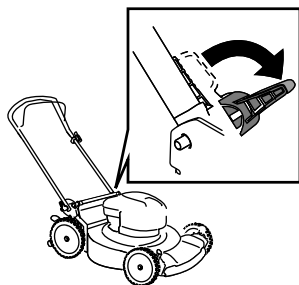

Figura 19
3. Disinnestate i fermi delle stegole (Figura 19).